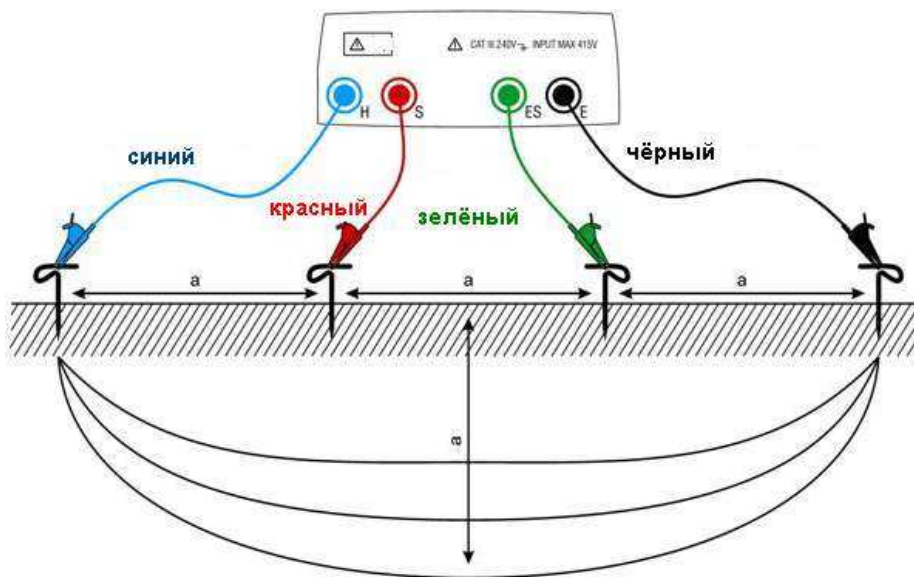

Рис.5 Подключение прибора для измерения удельного сопротивления почвы ρ (ground resistivity)
Установите четыре электрода заземления из комплекта прибора в землю, **рис. 5**, на одинаковом расстоянии «а» друг от друга (обычно «а» принимают равным 1-3 м). Расстояние «а» между электродами определяется предполагаемой величиной заглубления элементов использованных при сооружении контура заземления. Если
9. Подсоедините зажимы «крокодил» к заземлителям, как показано на **рис.5**.